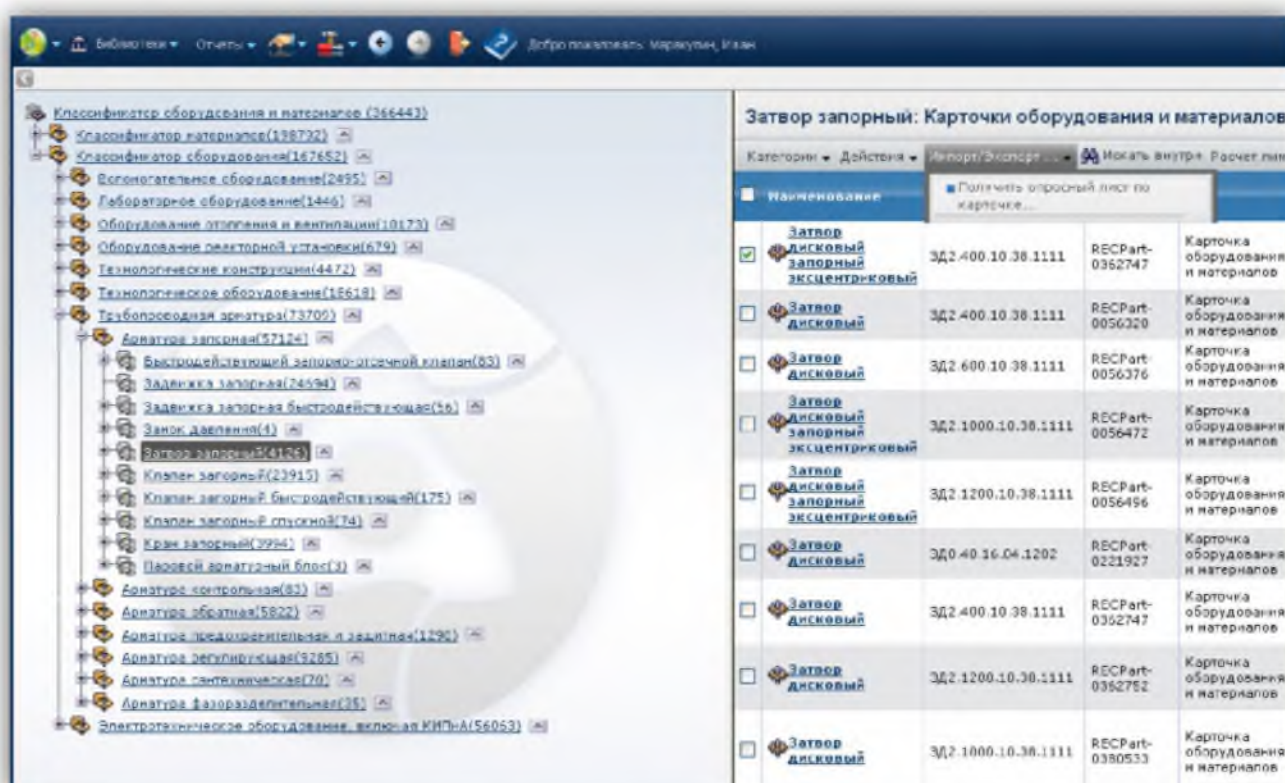

Рисунок 6.4.1 – Окно получения ОЛПП по карточке оборудования
- на панели инструментов нажмите «Импорт/Экспорт Excel» => «Получить опросный лист по карточке» (рисунок 6.4.1).